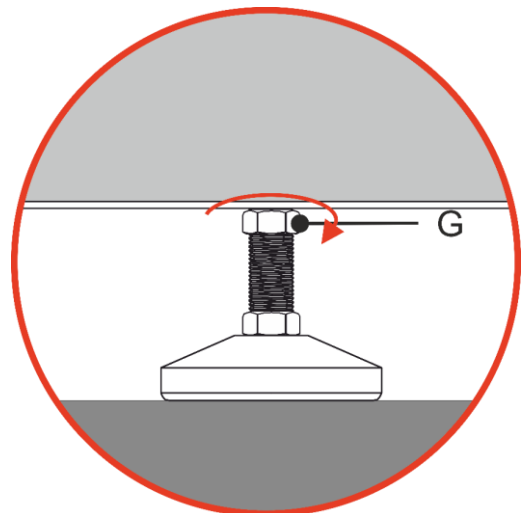

Fig. 49
- 02) Gire el tornillo G en sentido horario hasta que alcance la parte inferior de la barra de rigging como se muestra en la Fig. 49.